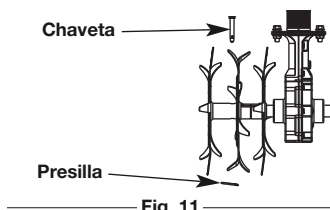

Fig. 11
2. Quite el retén del pasador de horquilla que está entre los 2 dientes exteriores (Fig. 11)
3. Quite el pasador de horquilla y saque los dientes del eje (Fig. 11).
6. Sujete los nuevos dientes en el eje colocando el pasador de horquilla en los orificios que están entre los 2 dientes externos. (Fig. 11)